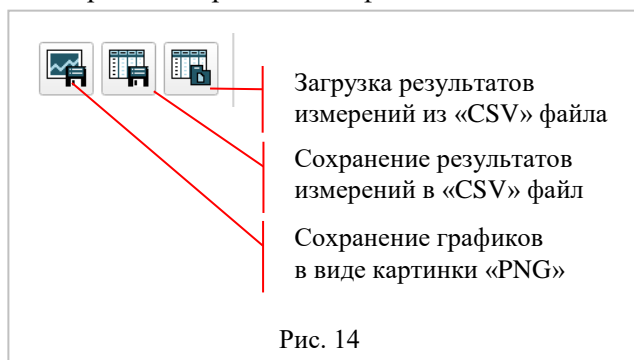

Рис. 14
4.2.9 Работа с файлами результатов измерений, рис. 14